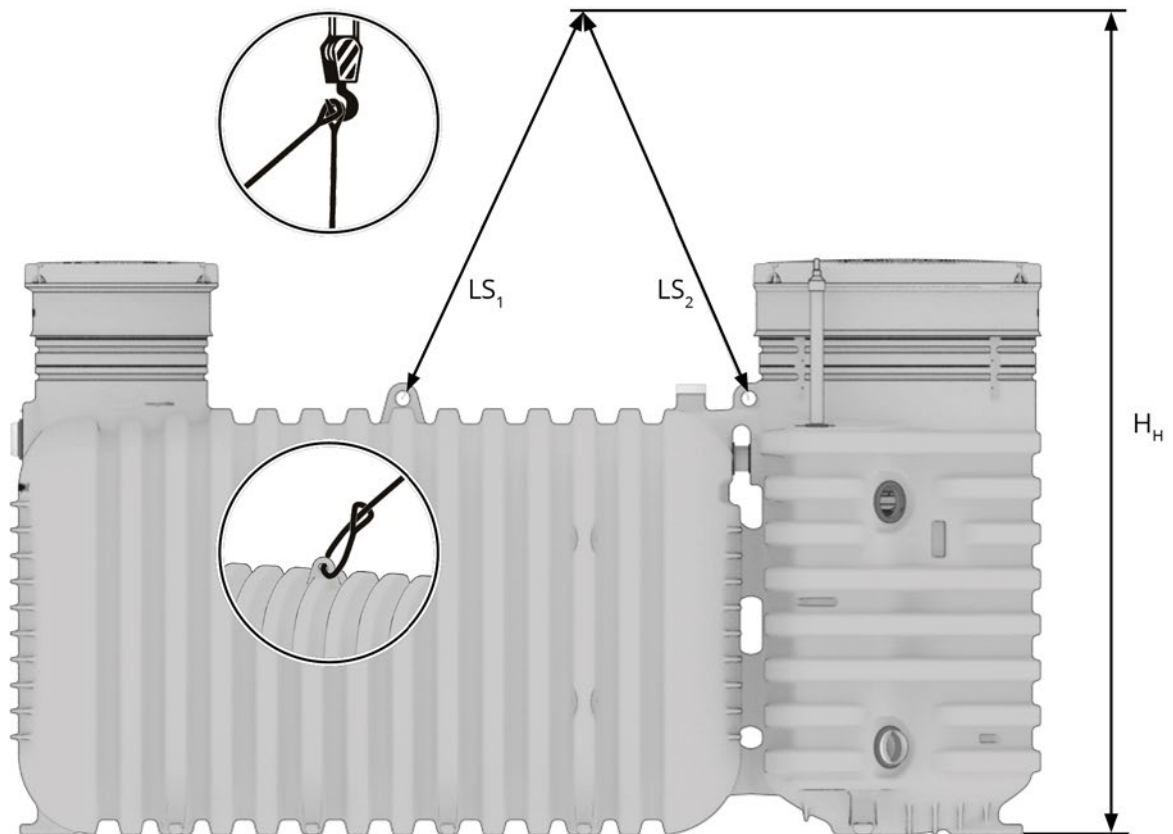

Fig. 1: Points de levage et prise de charge avec une grue ou une pelleteuse
- Ne soulevez l'installation que par les deux élingues jetables prémontées, comme illustré sur Fig. 1.